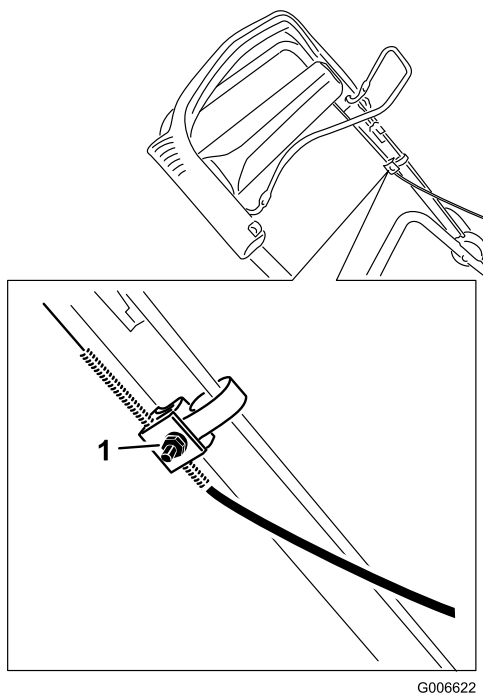

Bild 28
3. Lockern Sie die Mutter an der Kabelhalterung (Bild 28).